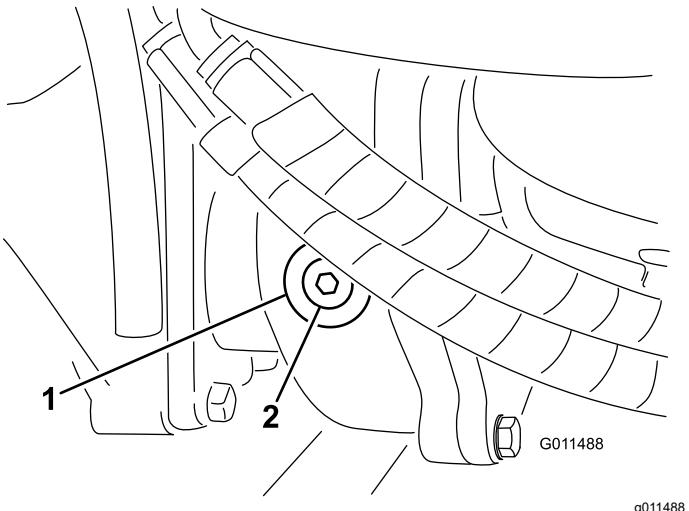

Figure 76
- Enlevez le bouchon de contrôle/remplissage du côté gauche du boîtier d'engrenages et vérifiez que le lubrifiant atteint la base de l'orifice (Figure 76).